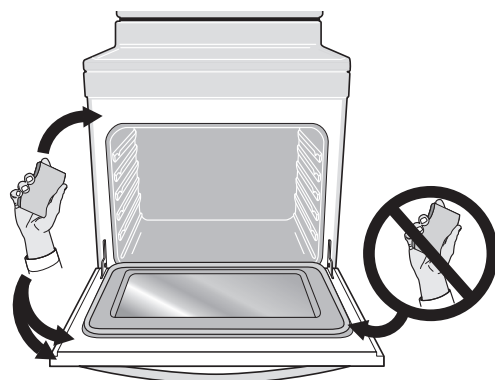

Figure 42 : Zones à nettoyer et les zones à éviter (joint)
- Ne pas vaporiser de nettoyant pour les fours ou de revêtement protecteur dans ou autour de n'importe quelle partie de l'intérieur du four. Nettoyer toute la saleté du cadre du four, la garniture de porte à l'extérieur du joint de porte et de la petite zone au centre avant de la sole du four (Figure 42). Ces zones reçoivent suffisamment de chaleur pour brûler les saletés. Nettoyer à l'eau savonneuse avant de lancer l'autonettoyage.